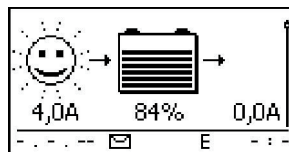
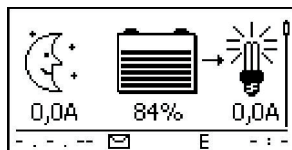

Fig. 13 Affichage après la connexion du module solaire sous le soleil (éventuellement retardé)
Fig. 14 L'écran après le raccordement du panneau solaire sans le soleil
3. ➞ Retirez le cache du panneau solaire et, le cas échéant, activez l'interrupteur sectionneur DC. L'écran affiche la Fig. 13 ou la Fig. 14.
4. ➞ Si Fig. 13/Fig. 14 ne s'affichent pas, contrôlez l'installation et éliminez le cas échéant l'erreur comme décrit dans le chapitre 15.